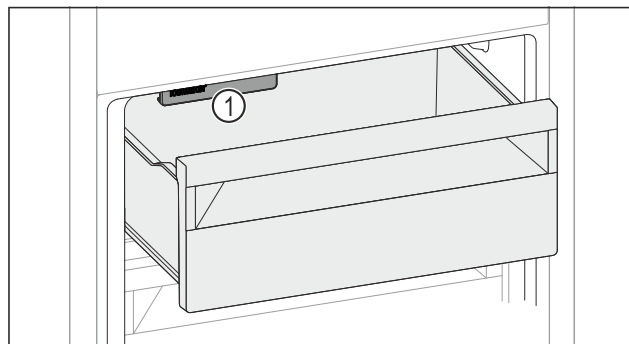

Fig. 158
- ▶ Учитывайте IceMaker *Fig. 158 (1)*.